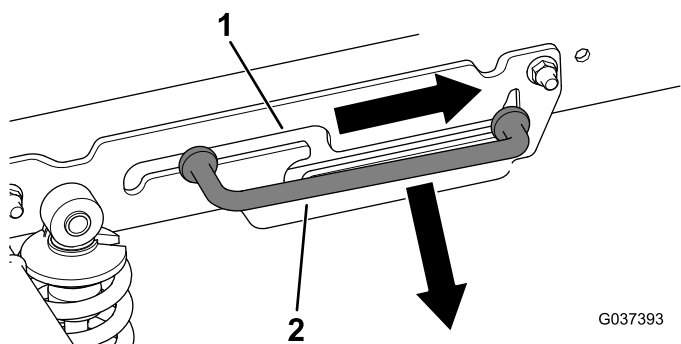

Рисунок 3
3. Сдвиньте опорную стойку вперед, чтобы вывести из фиксирующего паза, и снимите опорную стойку (Рисунок 3).